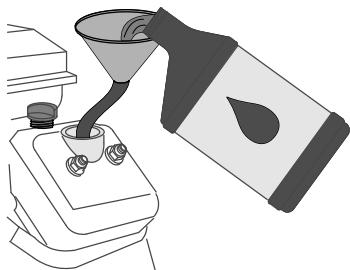

Figure 71
6. Si le niveau d'huile est trop bas, essuyez la surface autour du goulot de remplissage et faites l'appoint d'huile spécifiée (Figure 71) jusqu'à ce que le niveau se situe entre les zones hachurées sur la jauge.